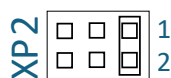

Рисунок 9
3.4.1 В группе переключателей ХР2 установите переключку на контакты 1-2 (рисунок 9).